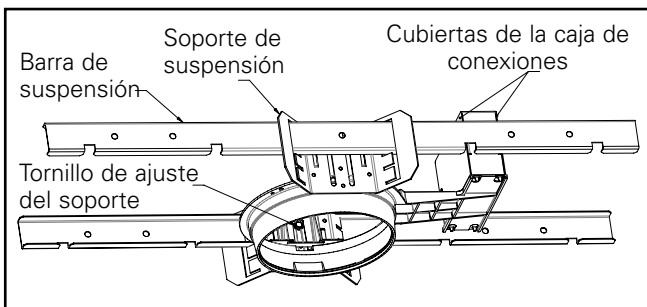
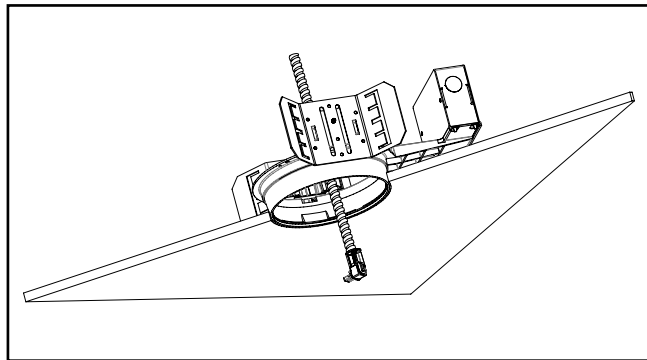

Figura 1
Figura 2
2. Tornillo de ajuste del soporte: ajuste los tornillos de ajuste del soporte (Figura 1) de modo que la parte inferior del anillo de yeso quede al ras de la línea del techo acabada (Figura 2). El soporte de suspensión es reversible, lo que permite un ajuste total de 5 in (12.70 cm).
1. Coloque el extremo del conducto flexible a través de la abertura en el techo para el marco, de modo que se vea la parte superior de la desconexión rápida (Figura 2).